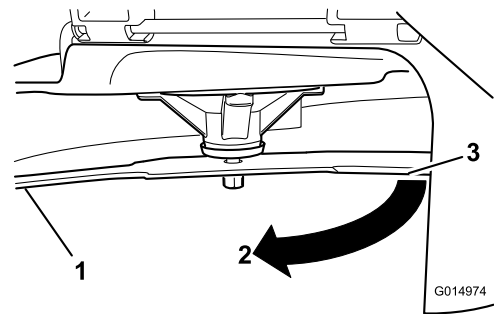

Figure 77
3. Distance mesurée entre la lame et la surface (A)
4. Tournez la même lame de 180 degrés pour amener l'autre tranchant à la même position (Figure 77).